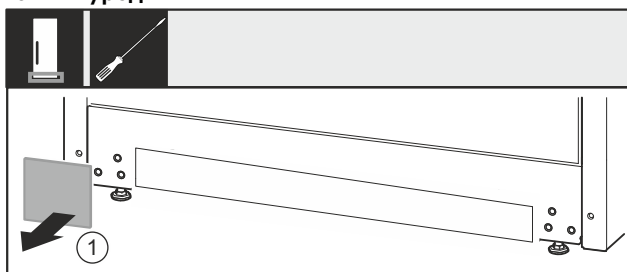

Fig. 36
- ▶ Свалете капака Fig. 36 (1).